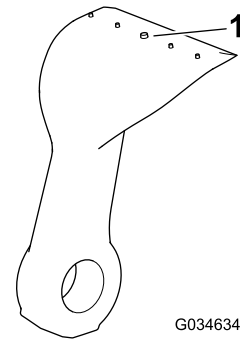

Figura 79
- Inspeccione cada lâmina para detetar desgaste excessivo utilizando a linha de desgaste (Figura 79). Quando uma lâmina estiver gasta até à linha, substitua a lâmina.